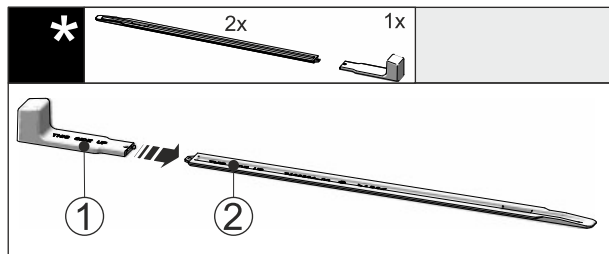

Fig. 49
- ▶ Insérer la poignée de montage Fig. 49 (1) dans le rail de nivellement Fig. 49 (2).